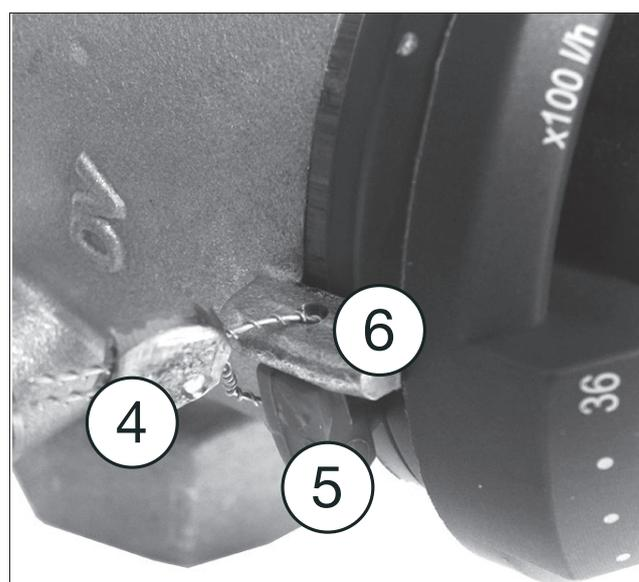

Fig. 7 : Protection du pré-réglage
1. Démontez la bague de blocage (2).
2. Poussez la poignée manuelle (3) et la tournez jusqu'à ce que le marquage de la valeur de consigne (1) se trouve en face de la valeur de débit souhaitée (maintenant la poignée manuelle enclenche dans la denture).
3. Remontez la bague de blocage (2).
En option, la bague de blocage (5) peut être plombée au marquage de la valeur de consigne (6) à l'aide du jeu de plombage (4) (accessoire, réf. 1089091) (voir Fig. 7)